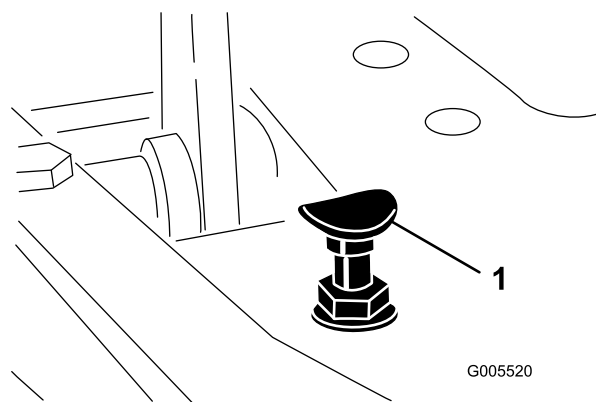

図 42
モードレバーを移動走行位置にセットし、ペダルを一杯に踏み込めば最高速度となります。ケーブルに張力が掛かる前にペダルがストップ図 42に当たる場合には調整が必要です。
1. モードレバーを移動走行位置にセットし、ペダルストップを固定しているロックナットをゆるめる図 42。